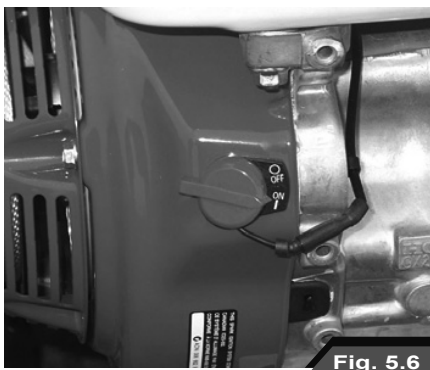

Fig. 5.6
- Ustawić przełącznik silnika ON/ OFF w położenie włączone, czyli **ON** (Rys. 5.6).
- Chwycić za uchwyt rozrusznika silnika (15), pociągnąć za niego delikatnie, aby ułatwić zaczepienie mechanizmu zapadkowego. Następnie energicznie pociągnąć, a w razie potrzeby oprzeć stopę o koło, aby zadziałać z większą siłą. Powtarzać tę operację, wykonując zawsze krótkie, zdecydowane ruchy, aż do uruchomienia silnika.
- W celu wyłączenia silnika wystarczy ustawić przełącznik ON/OFF w położenie wyłączone, czyli **OFF** (Rys. 5.6). Silnik zatrzyma się w ciągu kilku sekund.